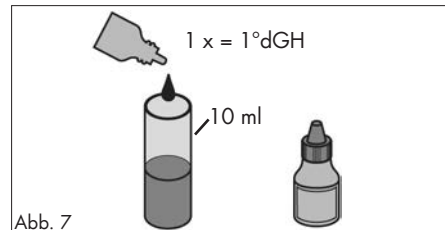

Abb. 7
1. Die Gesamthärte kann beim Wasserversorger erfragt oder mittels Schnelltest (Tröpfchentest, Abb. 7) bestimmt werden. Auf Basis der Gesamthärte und dem Anwendungsfall kann die Bypasseinstellung gewählt und die typische Filterkapazität aus der Tabelle am Ende dieser Anleitung entnommen werden.